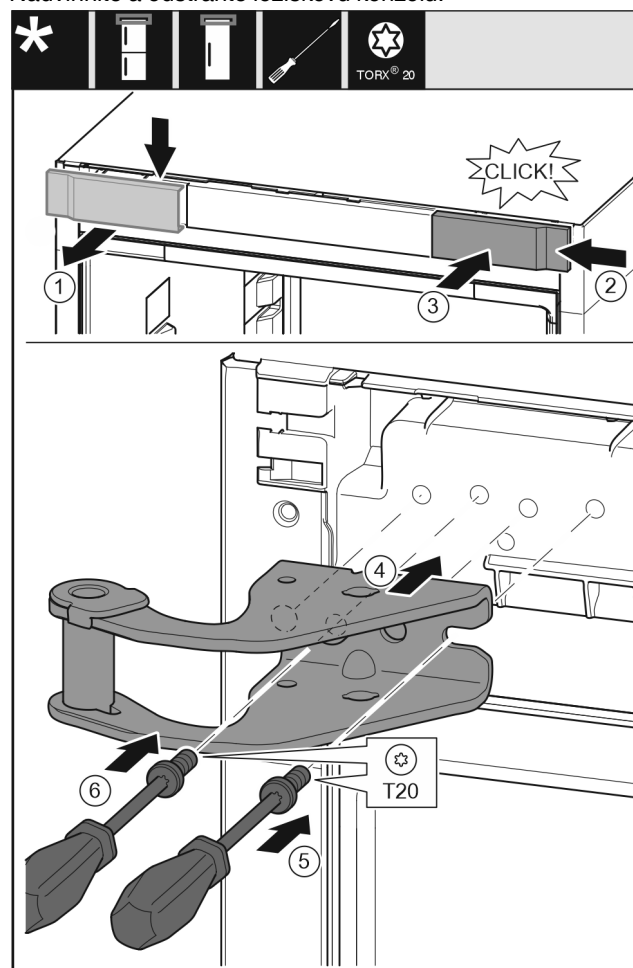

Fig. 10
- Odoberte kryt zhora dopredu. Fig. 10 (1)
- Kryt zaveste na druhú stranu sprava otočený o 180°. Fig. 10 (2)
- Kryt zaklapnite. Fig. 10 (3)
- Nasad'te hornú ložiskovú konzolu. Fig. 10 (4)
- Skrutku nasad'te a pevne zaskrutkujte skrutkovačom T20. Fig. 10 (5)
- Skrutku vložte a pevne zaskrutkujte skrutkovačom T20. Fig. 10 (6)